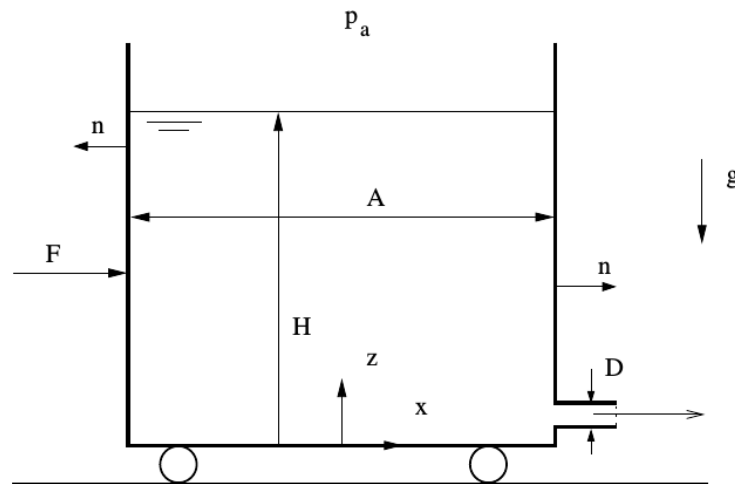

Figura 4: Carrito
- a) la fuerza F que se tiene que ejercer (ver figura 4) para que el depósito no se desplace como consecuencia de la descarga. Para ello utilicen las ecuaciones en forma integral y supongan que el flujo es ideal. Calculen F en función del tiempo y de los datos del problema suponiendo que $H(t = 0) = H_0$.